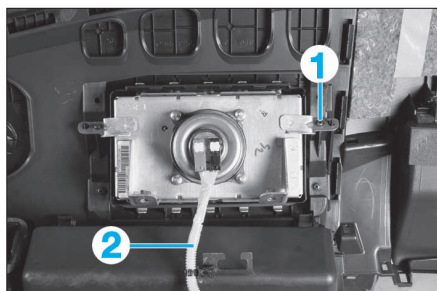

FIG. 8
- Déposer les deux vis de fixation (1) de l'airbag (fig. 8).
**Le connecteur (2) (fig.8) ayant été préalablement débranché lors de la dépose de la planche de bord, la section du faisceau restante se dépose avec l'airbag. Ne pas tenter de la dissocier.**